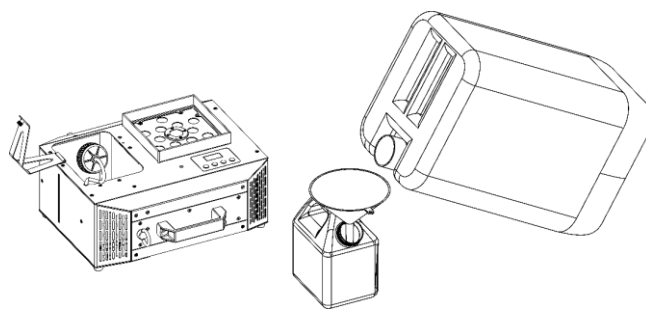

Fig. 33
- 07) Gebruik een trechter om de mistvloeistof in de tank te gieten, zoals getoond in Fig. 33.